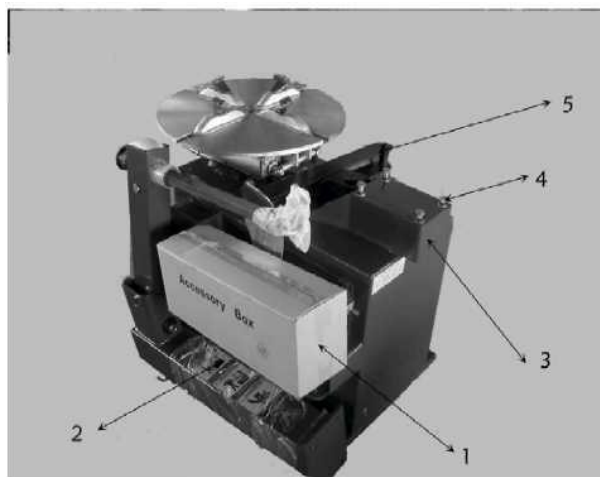
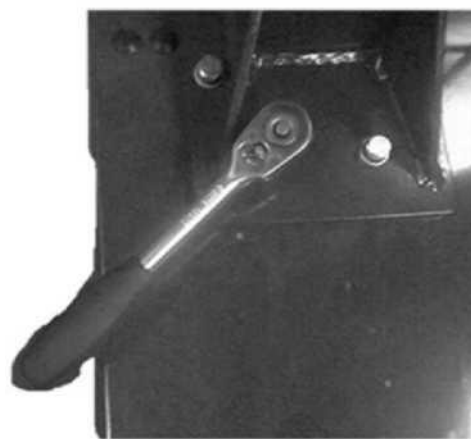
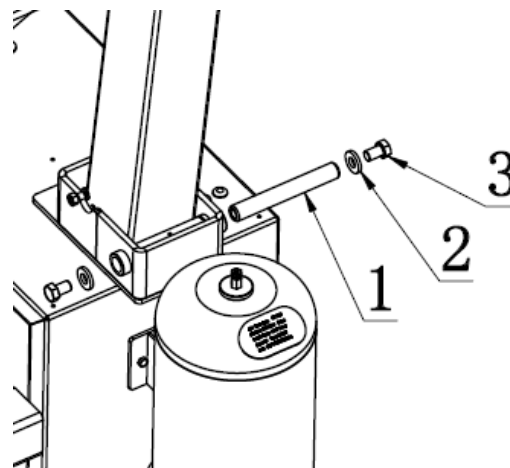

Рис. 4-1
Рис. 4-2
Рис. 4-6
Снимите коробку и достаньте коробку с аксессуарами (1) нож отрыва кромки шины (5) и стойку в сборе (2) (см. рис. 4-1). Зафиксируйте корпус.
Установите снятые болты, пружинную и плоскую шайбы (рис.4-1) обратно. Затяните болты с усилием 70 Н·м (рис. 4-2), используя динамометрический гаечный ключ.
Выровняйте стойку так, чтобы проушины в нижней части стойки совпадали с проушинами седла на корпусе станка. Далее, вставьте ось (рис. 4-6, поз. 1) в проушины, затем наденьте шайбы (рис. 4-6, поз. 2) и болты (рис. 4-6, поз. 3) с обеих сторон оси для крепления. Затяните болты с усилием $70 \text{ Н}\cdot\text{м}$ (рис. 4-2), используя динамометрический гаечный ключ.